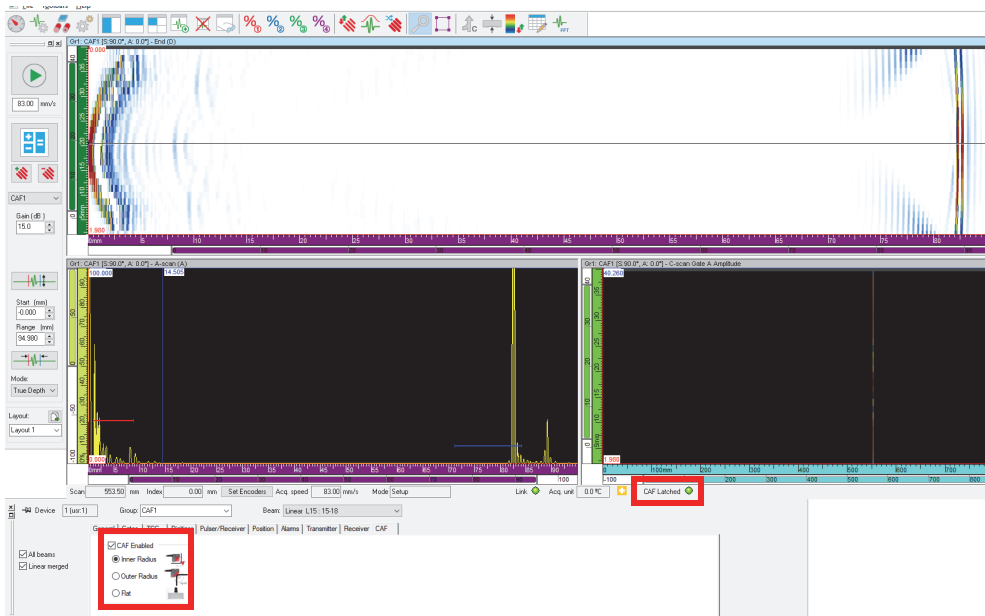

Figure 4-60 Sélection et activation du type de CAF
8. Dans l'onglet CAF (dans Paramètres UT), activez la case à cocher CAF activé, puis sélectionnez le type de surface (Figure 4-60 à la page 162).